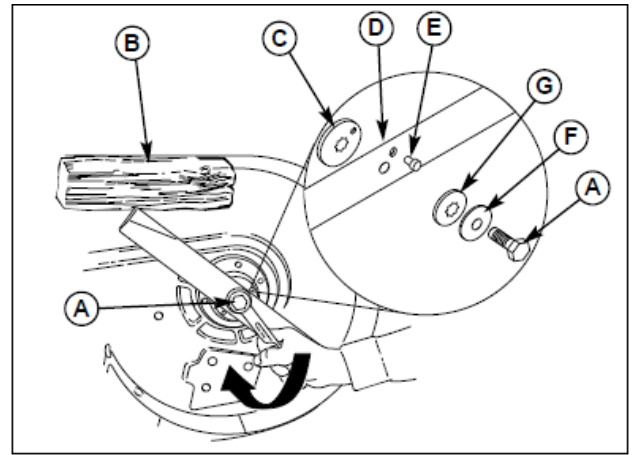
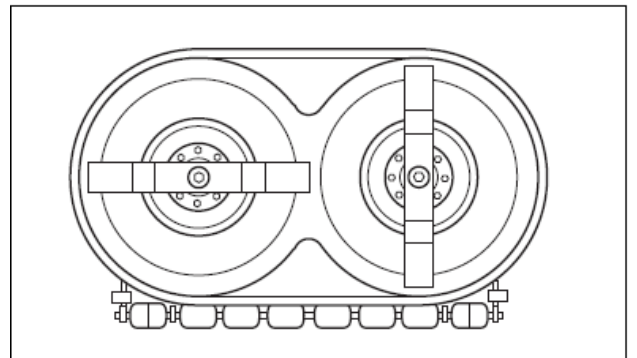

図 27 40”モアのブレード取り付け
図 28 ブレードタイミングの確認
40” モア: キャップスクリュー(図 27 の A)、スプリングワッシャ(F)、スプラインワッシャ(G)、アライメントピン(E)、ブレード(D)を外します。ブレードアダプタ(C)は外さないでください。
40” モア: 刃が図 28 のように互いのブレードに対して垂直であることを確認してください。異なっている場合、このセクション内の「ブレードタイミング」を行ってください。スプラインワッシャ(図 27 の G)、スプリングワッシャ(F)、キャップスクリュー(A)を取り付け木片(B)で固定してキャップスクリュー(A)を 61-75N.m のトルクで締めます。
2. モアデッキをひっくり返して、ブレードの位置を確認してください。ブレードは、図 28 で示すように互いのブレードに対して垂直となっていないかもしれません。異なっている場合、ステップ 3 に進行してください。
3. 木片(図 27 の B)をブレードの固定用として用いキャップスクリュを緩めます。
4. キャップスクリュ(図 27 の A)、スプリングワッシャ(F)、スプラインワッシャ(G)を外します。
5. アライメントピン(図 27 の A)を外します。ブレード(D)を手で回して図 28 のように直角となるようにします。この場合、ブレードアダプタ(C)を外して回してブレードホールに合わせます。
6. アライメントピン(E)、スプラインワッシャ(G)、スプリングワッシャ(F)、キャップスクリュ(A)を取り付けます。木片(図 27 の B)を用いてブレードを固定してキャップスクリュ(A)を 61-75N.m.のトルクで締めます。